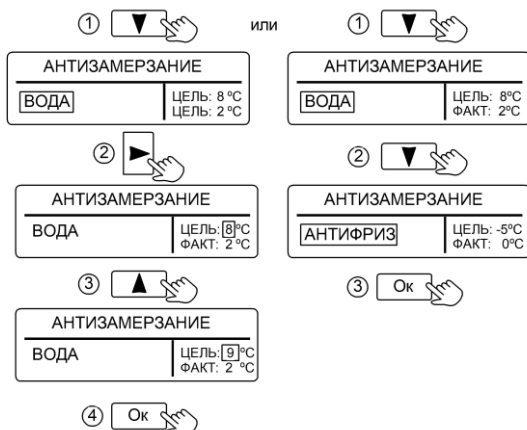

Рисунок 6. Настройка режима «АНТИЗАМЕРЗАНИЕ»
10.1.1 При выборе в качестве теплоносителя «**ВОДА**» (см. рис. 6), нагрев теплоносителя производится на два градуса выше заданной величины.
Имеется возможность настройки температуры теплоносителя (см. рис. 6). Температуру можно задать в диапазоне от +8°C до +15°C .